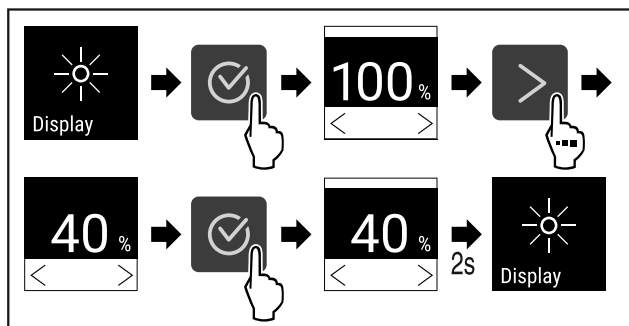

Fig. 77
- ▶ Obavite korake postupka (pogledajte Fig. 77).